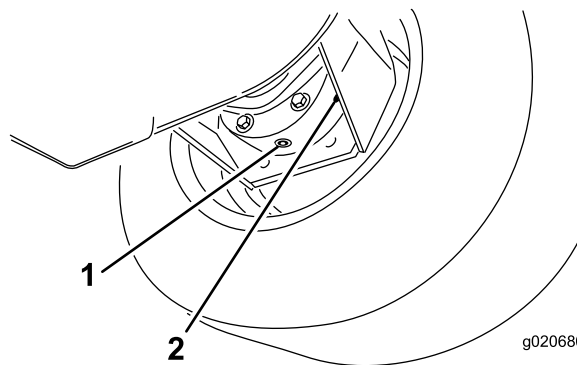

Figura 89
3. Coloque o recipiente de escoamento por baixo da estrutura do travão, retire o tampão e deixe o óleo escorrer para o recipiente (Figura 89).